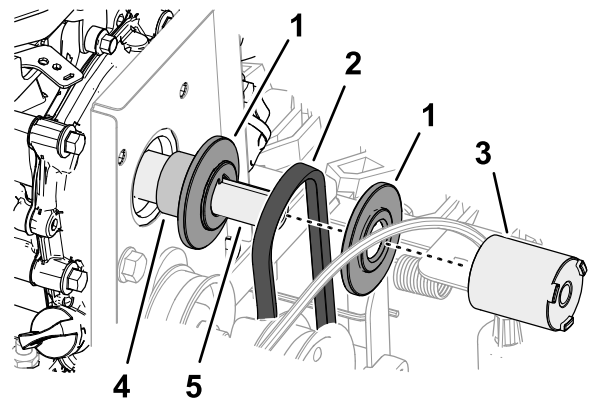

Bild 50
2. Richten Sie den Treibriemen oben an der Maschine in der Nut der Riemenscheibe des Fahrtriebs aus und legen Sie den Treibriemen über die Kurbelwelle des Motors (**Bild 50**).